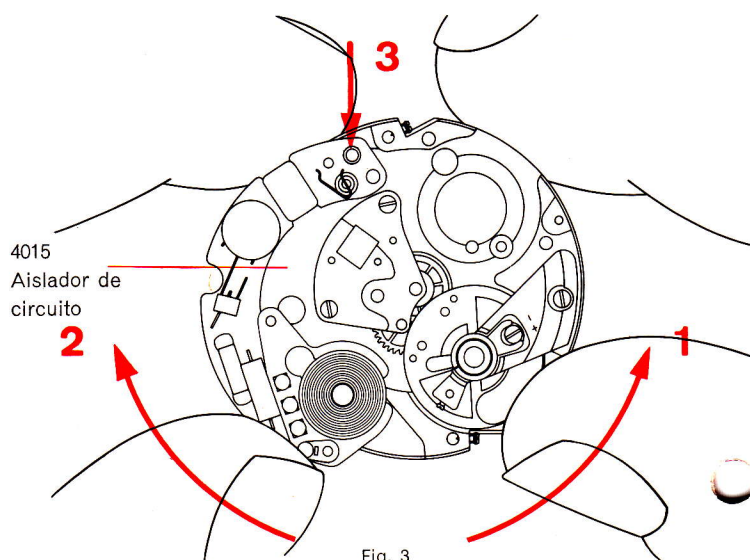

Fig. 3
- 5.1.4. Girar el volante, como se ve en el punto 1 de la Fig. 3. Mantenerlo en esa posición.
- 9.2. Colocar el circuito en la posición que indica la fig. 3. Apartar el volante como en (1). Hacer pivotar el circuito en el sentido contrario a la flecha (2). Atornillar primero el tornillo exterior del soporte de